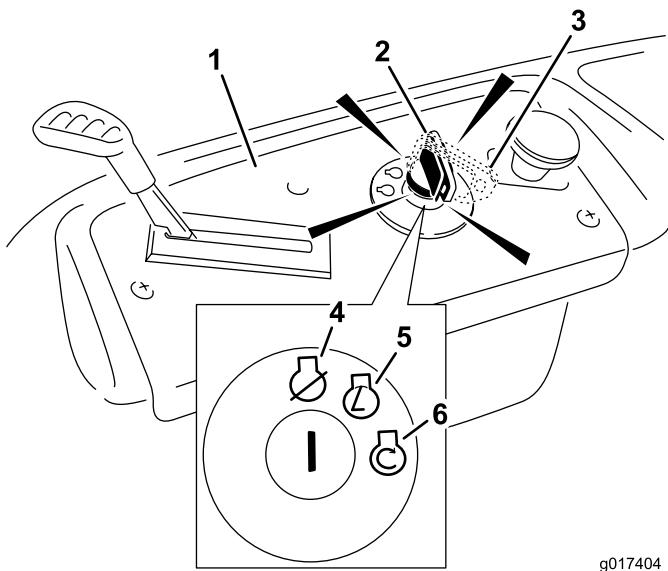

Figura 13
4. Rode a chave da ignição para a posição Start para ligar o arrancador. Quando o motor arrancar solte a chave (Figura 13).
- 5. Depois de o motor arrancar, move a alavanca do acelerador para Rápido (Figura 13). Se o motor parar ou se engasgar, volte a colocar a alavanca do acelerador na posição Ar durante alguns segundos. Repita isto conforme necessário.
3. Desligue a chave da ignição (Figura 13) e retire a chave.